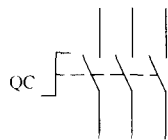

图1-4 无限位型组合开关在电路中的图形及文字符号
1. 无限位型组合开关 所谓无限位型组合开关,指的是组合开关在正、反转两个方向360°范围内可任意转动,不受限制,且每扳动一次手柄,动触片在空间位置上移动90°。无限位型组合开关的图形符号及文字符号如图1-4所示。它无限位型组合开关主要用于:机床中电源的引入开关,交流50Hz、380V及以下,直流220V及以下的电气设备中作不频繁接通、断开电路之用,以及转换电源或负载,测量三相电压,调节电加热器的并、串联和作为电动机功率小于5.5kW时的不频繁直接起动和停止之用。